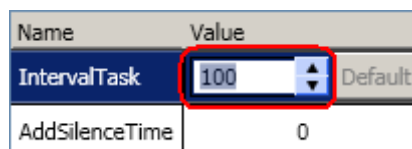

Рисунок 8 – Изменение системного параметра *IntervalTask*
- двойным щелчком мыши нажать на поле столбца «Value» и перейти в режим его редактирования (Рисунок 8);